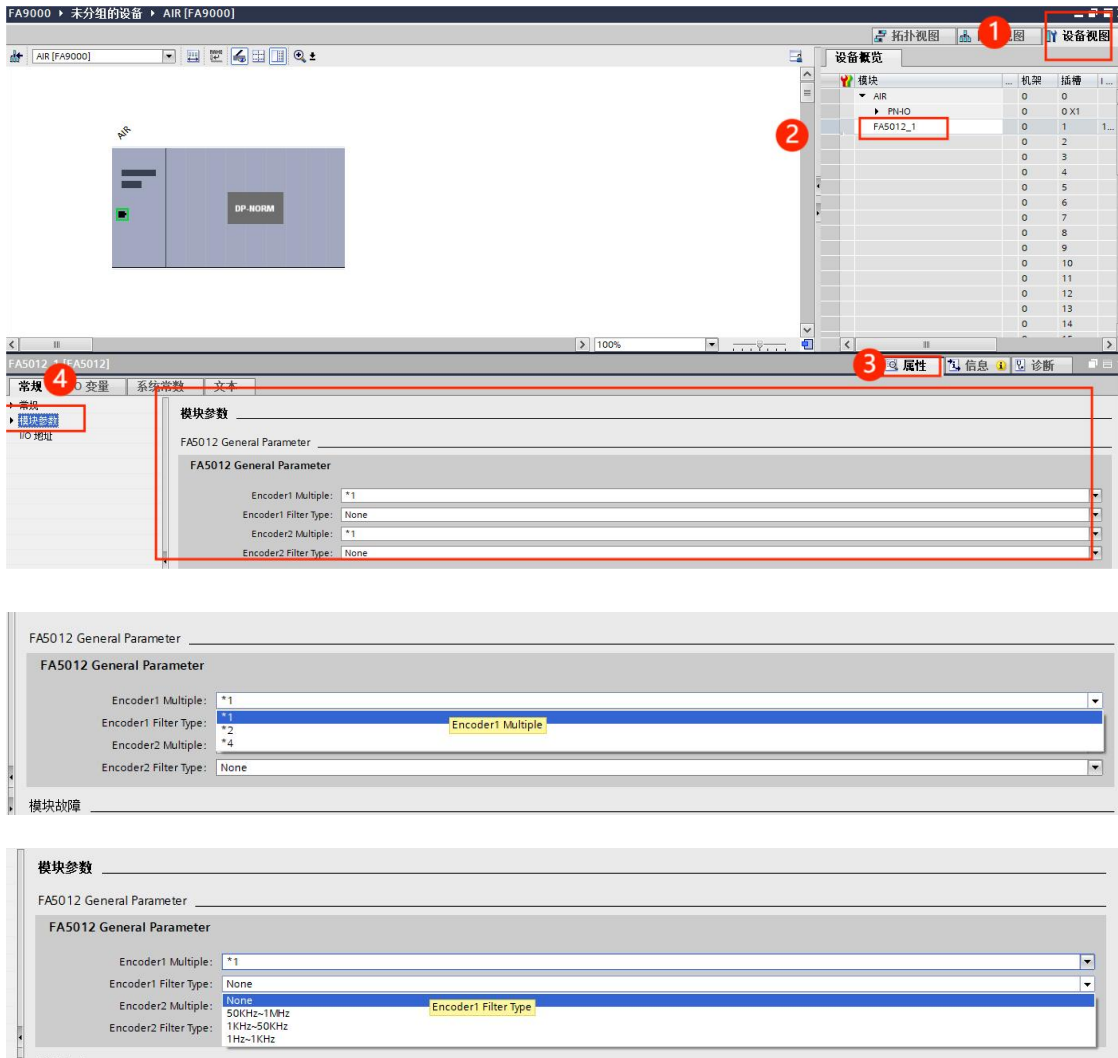

图5-23
1) 选择 FA5012，打开属性的模块参数界面，可根据需求修改参数 如图 5-23